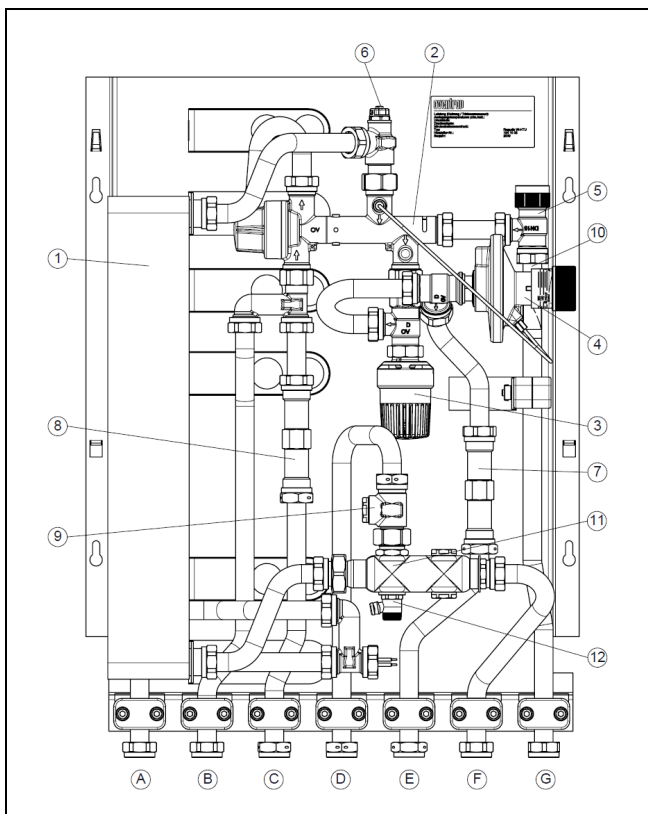

Рис. 5 Устройство
- Проверить, чтобы на входе D и входе F (см. рис. 5) достигалась необходимая температура подачи (напр. 70°C).
- Проверить, чтобы на входе E и выходе G (см. рис. 5) достигалась необходимая температура обратной линии (напр. 50°C). При необходимости произвести настройку вентилей на обратной линии отопительного контура квартиры.
- Проверка закрытия пропорционального регулятора расхода (рис. 5 – поз. 2): после окончания разбора теплообменник должен остывать.
Зональный вентиль (рис. 5 – поз. 5) может быть оборудован сервомотором для регулирования отопительного контура (резьбовое соединение М30 х 1,5).
- Контроль открытия пропорционального регулятора расхода (рис. 5 – поз. 2).